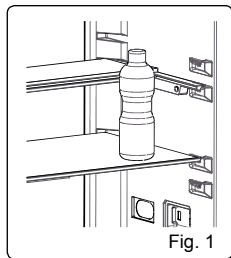

Fig. 1
- Per coprire il Adapti-shelf, premerlo. (Fig. 1)